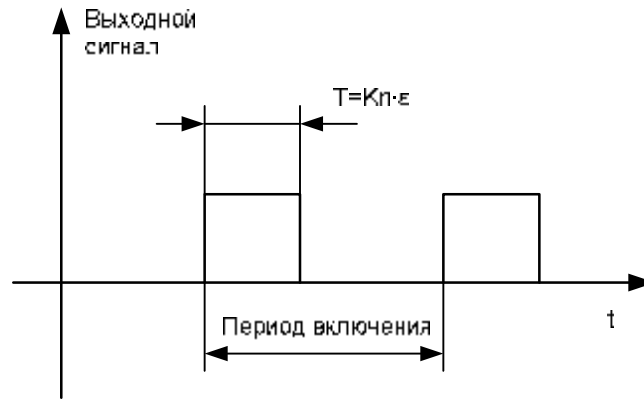

Рисунок 2. Широтно-импульсная модуляция выходного сигнала.
2.3.7. Давление газа, воздуха регулируется по пропорциональному закону регулирования с широтно-импульсной модуляцией (ШИМ) выходного сигнала (Рисунок 2).